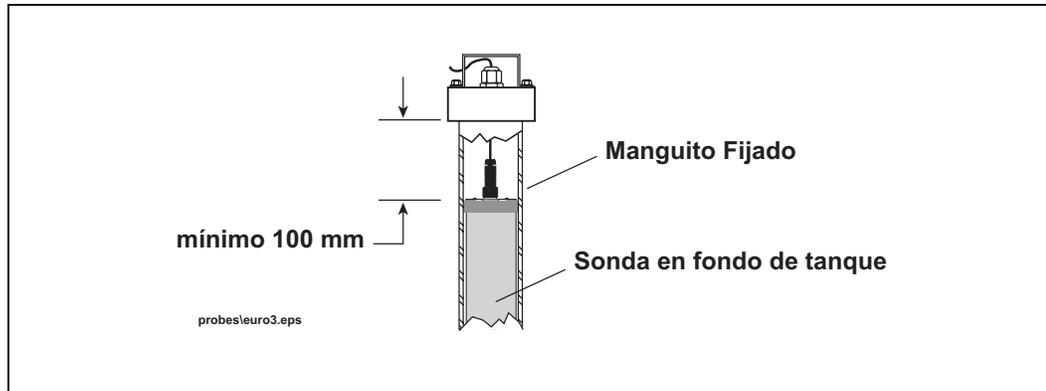

Figura 4. Espacio libre mínimo por encima del cartucho de la sonda
- los tubos de subida de 3 pulgadas, cuando se equipen, deben tener un espacio mínimo de 100 mm por encima del cartucho de la sonda (vea la Figura 4).